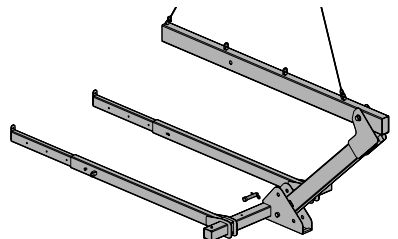
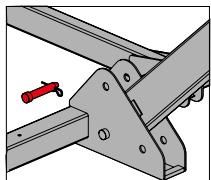

Abb. 5.3 (schematische Darstellung)
Abb. 5.4 (schematische Darstellung)
- Mit dem Kran können Sie die Versetztraverse nun vollständig nach oben ziehen. (Abb. 5.3 u. Abb. 5.4)